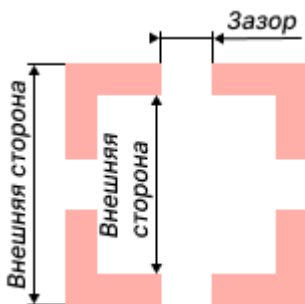

Рис. 197 Параметры апертуры
- Внешняя сторона – значение может быть задано в диапазоне 0,01 – 100 мм с шагом 0,1 мм, см. Рис. 197.